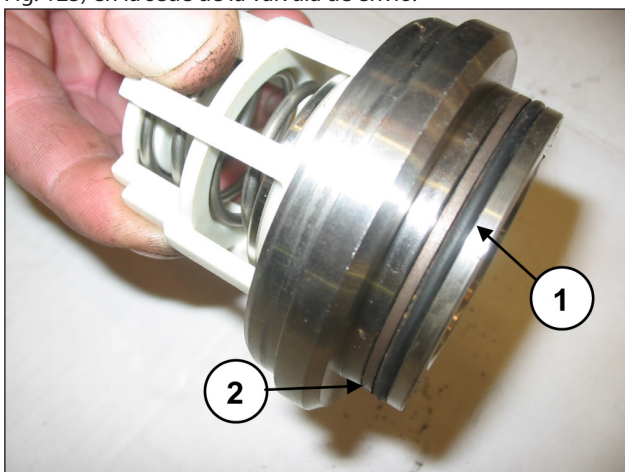

Fig. 123
Montar la junta tórica, pos. dibujo desglosado 5 (pos. ①, Fig. 123) y la anilla anti extrusión pos. desglosado 15 (pos. ②, Fig. 123) en la sede de la válvula de envío.